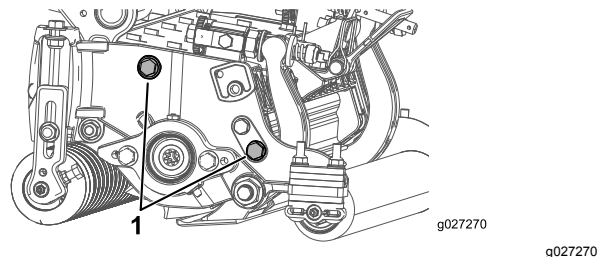

図 12
**注** リールと後ローラとの平行関係は、カッティングユニット全体の組み立て精度により保証されていますから、調整は不要です。ごくわずかな狂いを戻す調整は可能です。まず、定盤の上でサイドプレート組み付けボルトをゆるめます 図 12。